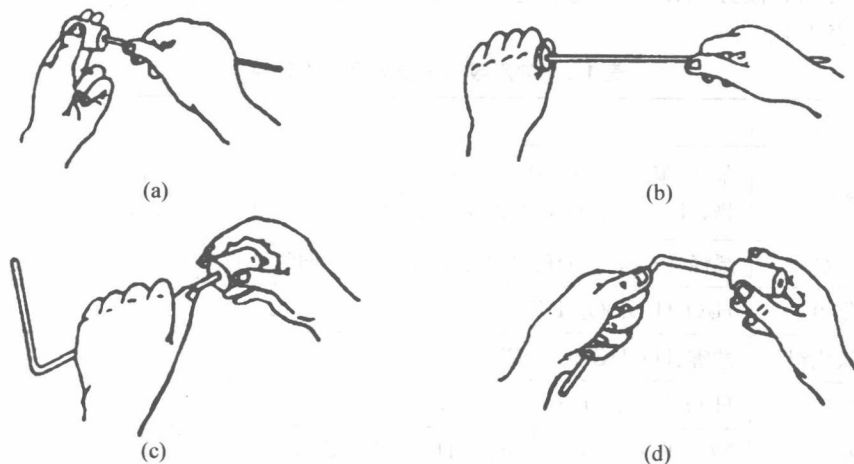

图 1-1 玻璃管与塞子连接时的操作方法
(1) 需要用玻璃管和塞子连接装置时,用力处不要离塞子太远,如图1-1中(a)和(c)所示的操作是正确的,(b)和(d)的操作是不正确的,尤其是插入温度计,要特别小心。